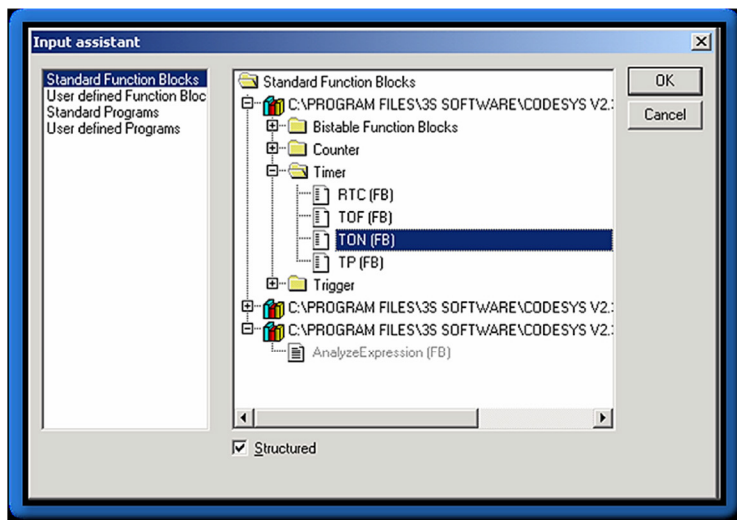

Рис. 3.4. Выбор таймера
3. Функциональный блок: из контекстного меню выбирается команда Function Block..., в появившемся окне Input Assistant (рис. 3.4) из раздела Standard Function Blocks в библиотеке с именем STANDARD.LIB в папке Timer выбирается вид таймера – TON (FB).